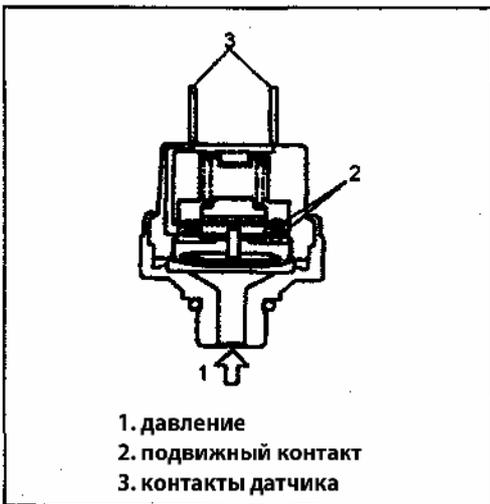

Рис. 761
- 1) Проверьте цепь датчика при нормальной температуре, при полной зарядке системы и при работающем компрессоре (Рис. 761). В каждом случае, цепь датчика должна быть замкнута.